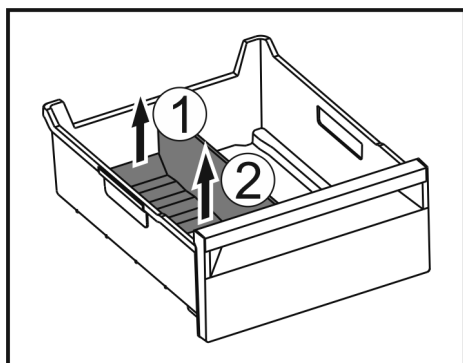

Fig. 54
- ▶ Løft den bageste del af frostrumsadskilleren. Fig. 54 (1)
- ▶ Tag frostrumsadskilleren op og ud. Fig. 54 (2)